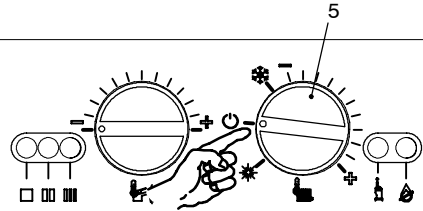

fig. 5.37
- Posizionare il selettore 5 come indicato in fig. 5.37 per uscire dalla programmazione.